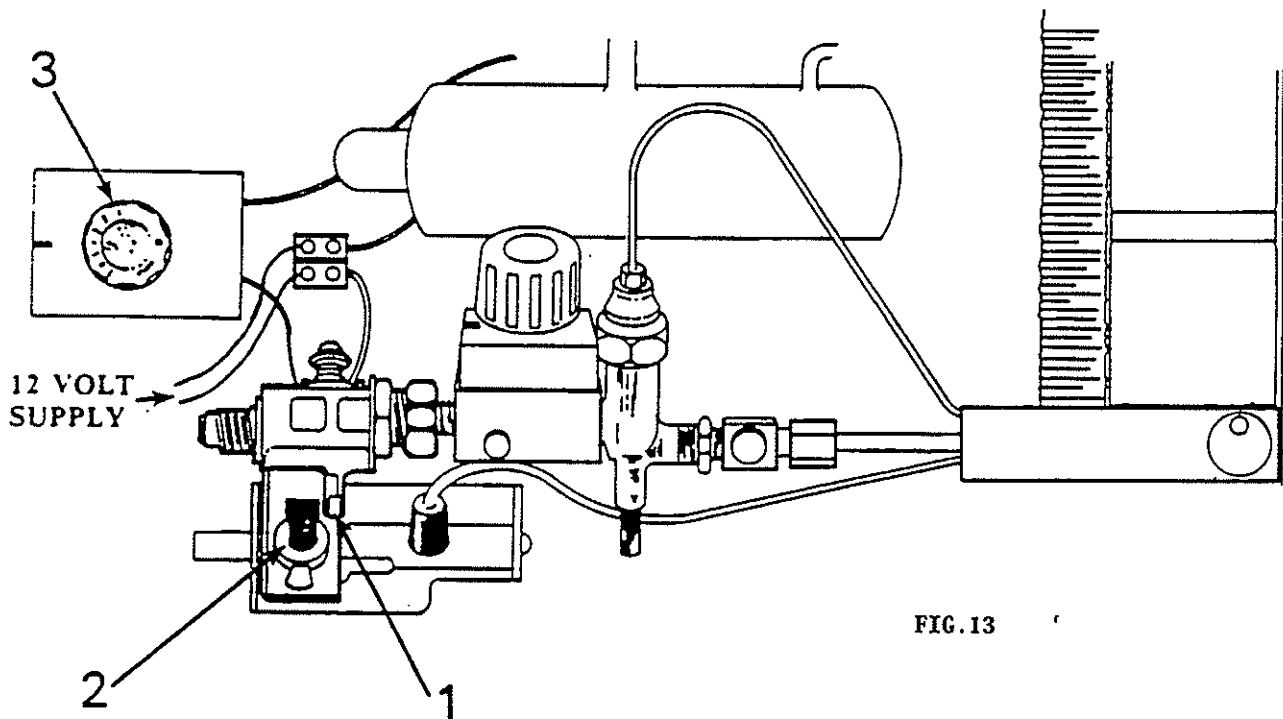

FIG. 13
C. ELECTRIC OPERATION (See FIG. 13)